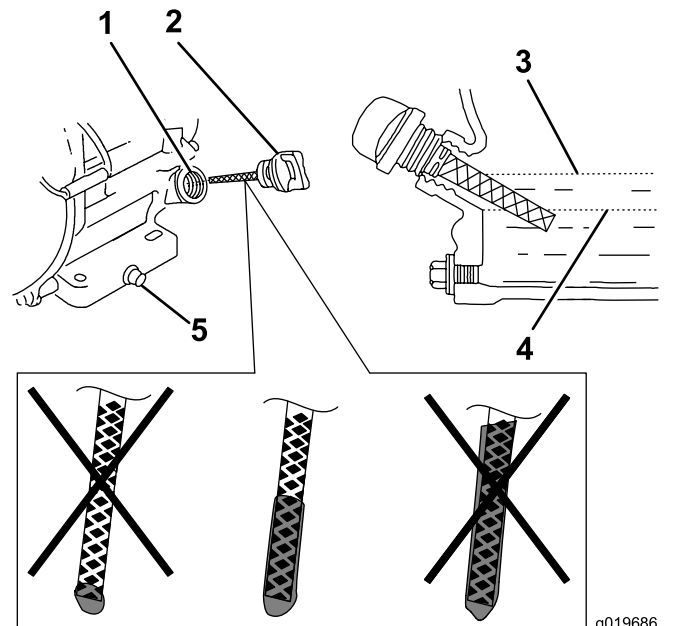

Figura 32
6. Rimuovete l'asta e controllate il livello dell'olio motore (Figura 32).